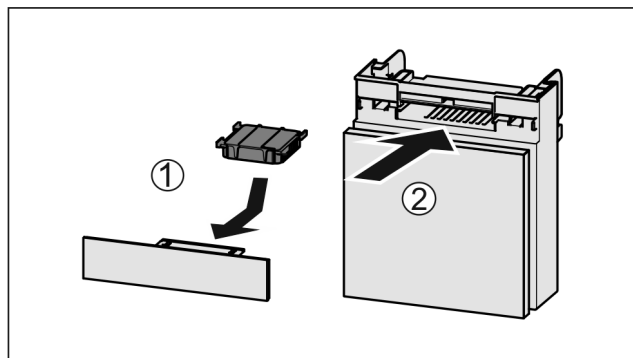

Fig. 152
- Wkładać Fig. 152 (1) filtr z węglem aktywowanym zgodnie z ilustracją.
- Wsunąć komorę Fig. 152 (2).